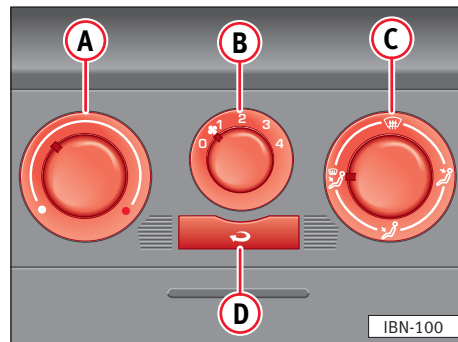

Abb. 87
- Drehregler **C** für Luftverteilung in den Bereich zwischen  und  ⇒ **Abb. 87**.